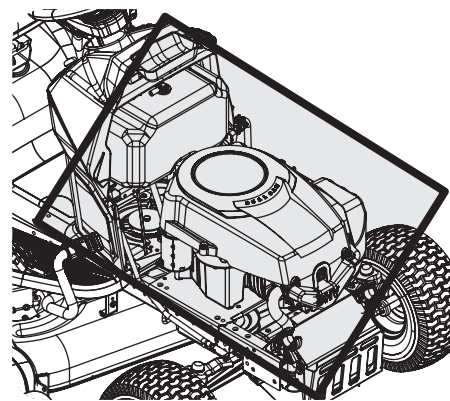

Figure 4-2
- Nettoyez le dessous du capot et le collecteur d'échappement, le pourtour des fusibles, le câblage électrique ainsi que les faisceaux, le tuyau et le pare-chaud du silencieux, les grilles d'entrée d'air du moteur et les ailettes de refroidissement, entre autres. Voir la Figure 4-2.